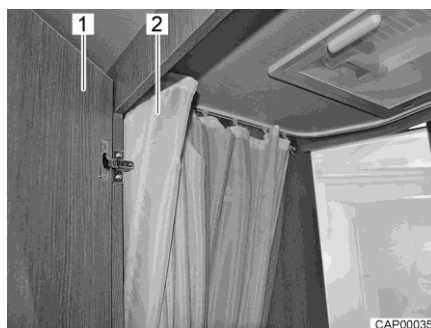

Fig. 111 Cuarto de aseo con ducha
- Para ducharse, cerrar la puerta (Fig. 111,1) y correr la cortina de ducha (Fig. 111,2) completamente para que todas las paredes estén protegidas.